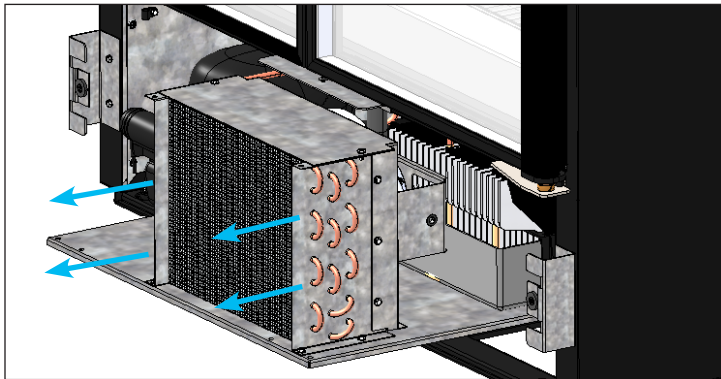

Fig. 6. Deslice con cuidado la unidad de condensación hacia afuera.
7. Deslice con cuidado la unidad de condensación hacia afuera (las conexiones de los tubos son flexibles). Véase la fig. 6. Sopla ligeramente aire comprimido o CO₂ a través del serpentín hasta que esté limpio.